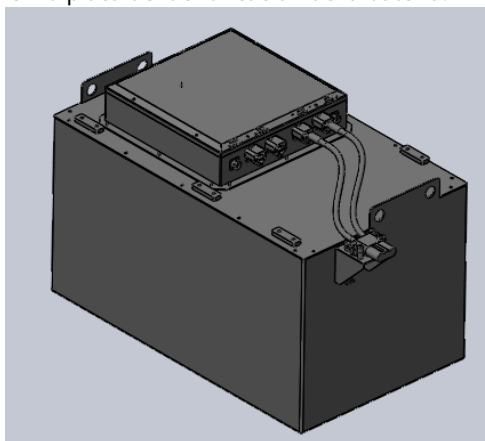

Figura 2-25
(4) Instrucciones para levantar la caja de la batería como se muestra en la figura 2-25. El peso máximo se indica en la placa de identificación de la batería.